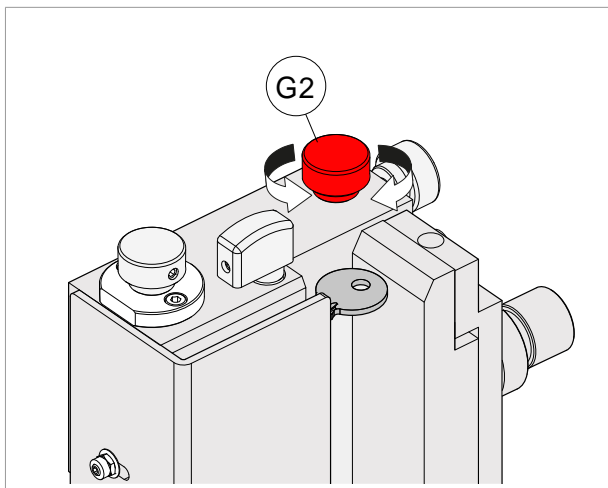

Fig. 111
- 2) Draai aan de draaiknop (G3) zodat de sleutel in de lader schuift zonder teveel speling (Fig. 111).
Draai aan de draaiknop (G2) (Fig. 111) om de breedte te vermeerderen of verminderen tot op de juiste afmeting. Blokkeer na de afstelling de draaiknop (G6).